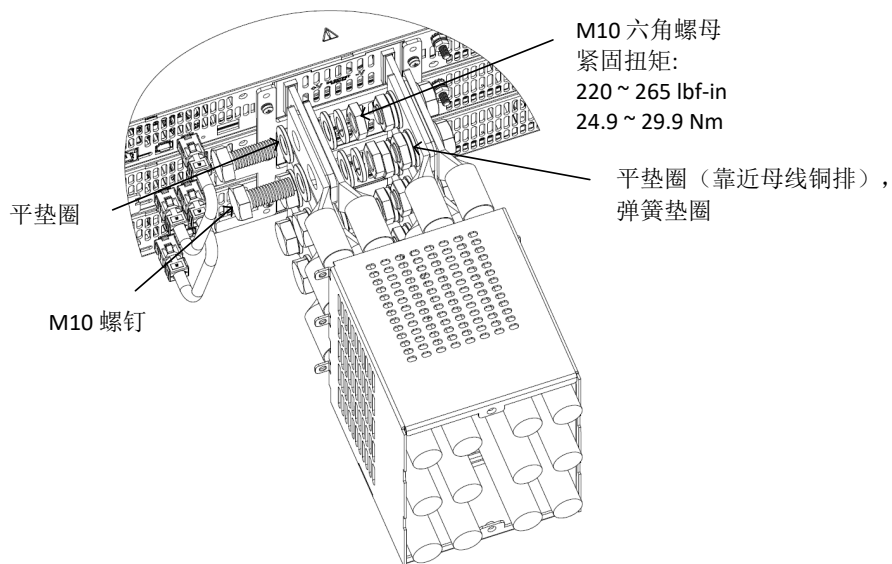

图 4-61: 10V 导线安装
5. 将导线固定到母线上，如图 4-61 所示（所示为 15kW，也适用于 10kW）。